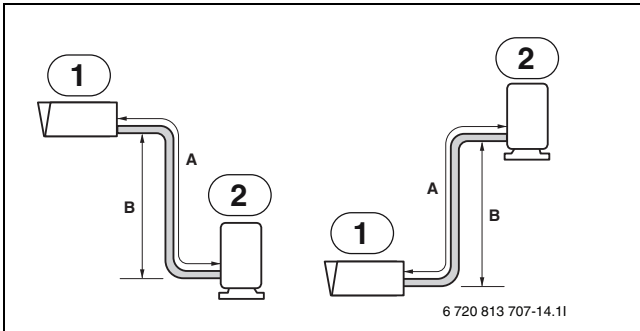

Fig. 15
2. Détermination du sens de pose du tuyau : vers le bas voir (→fig. 15).